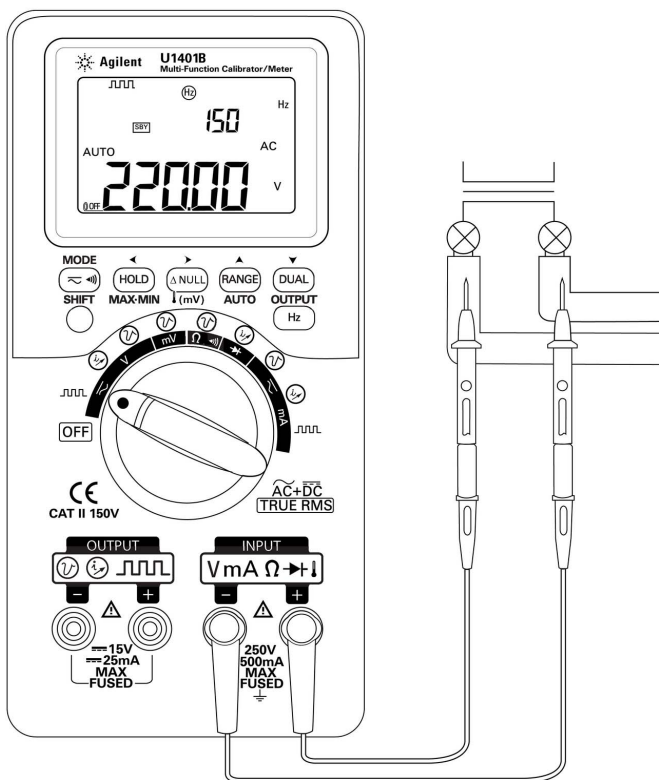

Figura 3-2 Medición de tensión CA
- 3 Conecte los cables de prueba rojos y negros a las terminales de entrada positivas y negativas respectivamente (Figura 3-2).